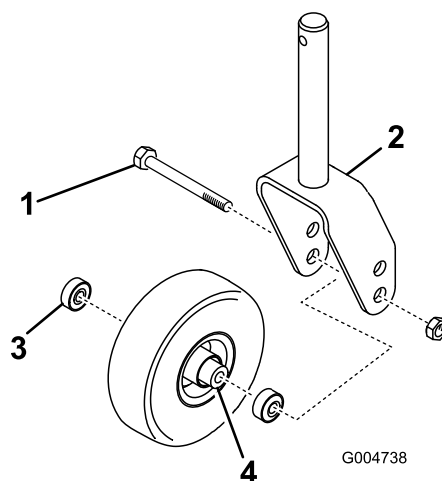
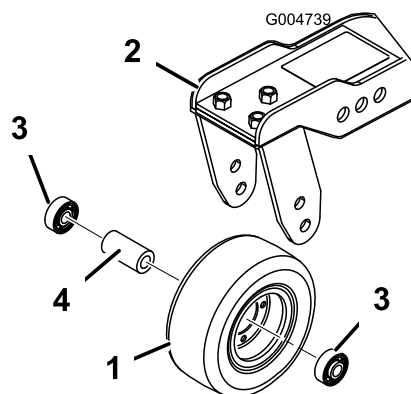

Figura 123
Figura 124
1. Togliete il dado di bloccaggio dal bullone che fissa il gruppo ruota orientabile alla forcella (Figura 123) o al braccio di rotazione (Figura 124).
2. Togliete il cuscinetto dal mozzo della ruota e lasciate cadere il distanziale del cuscinetto (Figura 123 e Figura 124).